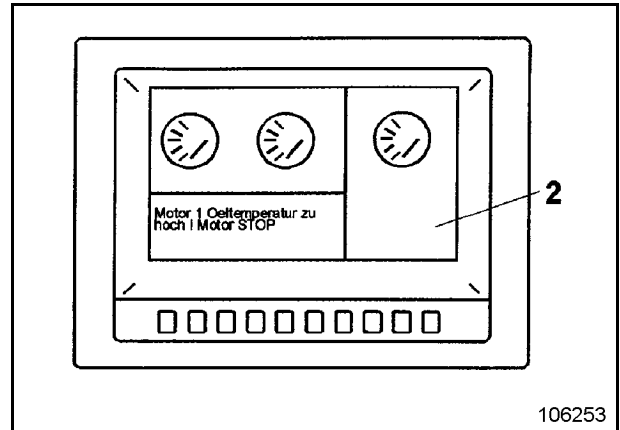

Fig. 2-44:
**Siehe Kontrollanzeigen auf dem Monitor des BCS (2, Fig. 2-44:).**